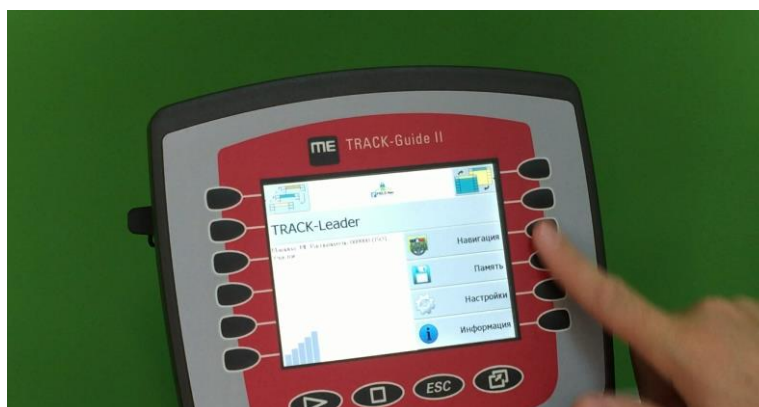

Рисунок 5.4 –
2. На терминале Track-Guide II перейти к режиму (рисунок 5.4).